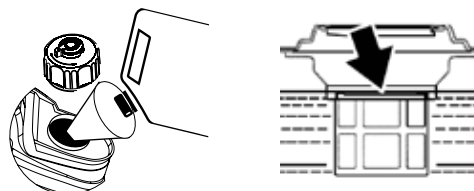

Figura 5: Nivel máximo de llenado de gasolina
6. Agregue lentamente la gasolina en el tanque de combustible. Tenga mucho cuidado de no llenar en exceso el tanque. El nivel de gasolina NO debe ser más alto que el anillo rojo (consulte la Figura 5).